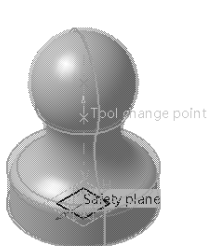

图 5-9 创建安全平面 (1)
- 单击 Safety plane 按钮 , 系统提示“Select a planar face or point to define the safety plane”, 一般选择 XY 表面, 系统创建安全平面 (1) 如图 5-9 所示。